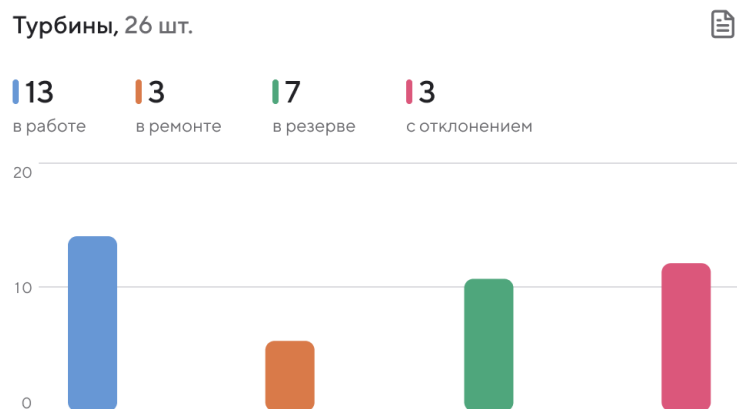

Рисунок 56 – Карточка составного узла
- по составным частям оборудования (узлам) (Рисунок 56).
Каждая карточка составного узла (Рисунок 56) содержит следующую информацию: